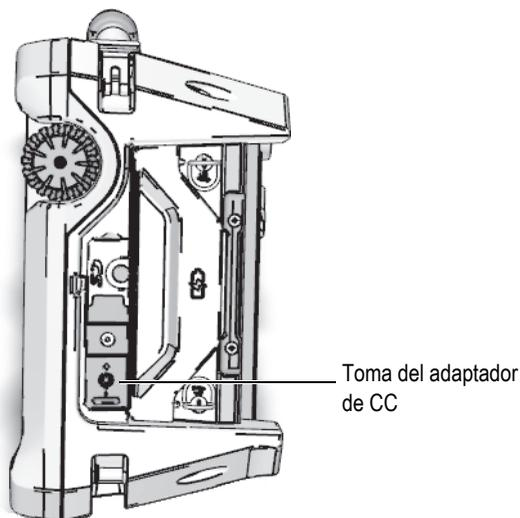

Figura 2-3 Conector del adaptador de CC del OmniScan MX2
2. En la parte derecha del OmniScan MX2, levante la cubierta de caucho que cubre el conector del adaptador de CC (vea la Figura 2-3 en la página 44).
3. Conecte el adaptador de CC al conector del adaptador de CC del OmniScan MX2 (vea la Figura 2-3 en la página 44).